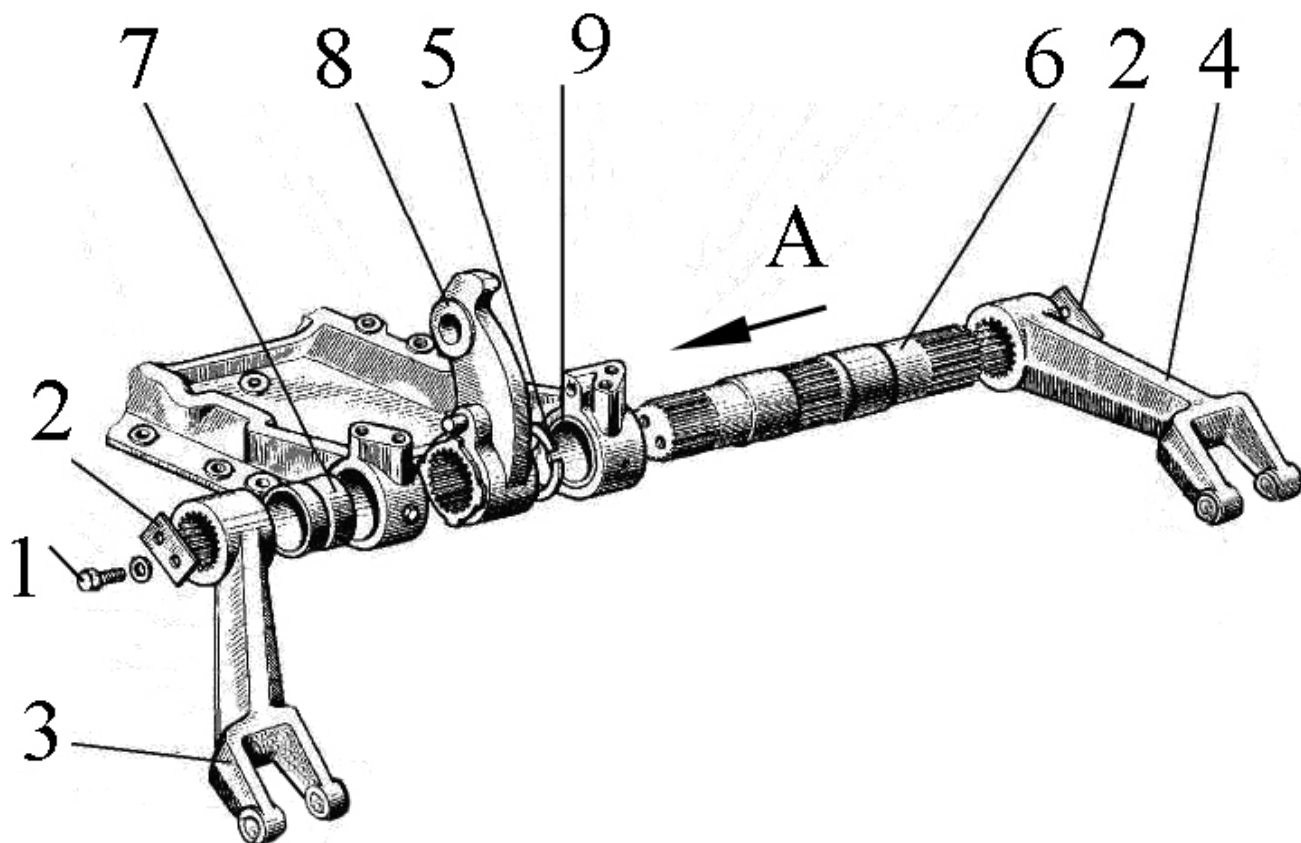

Рисунок 8.3 Рычаги с валом (крышка заднего моста в сборе)
- 1) отверните по два болта (1) (**рисунок 8.3**) с каждой стороны вала и снимите шайбы (2);
- 2) снимите рычаги (3) и (4) со шлицев;
- 3) снимите стопорное кольцо (5);
- 4) выпрессуйте вал (6) по направлению стрелки «А», при этом будет выпрессована левая втулка (7) и снят со шлицев рычаг (8);
- 5) выпрессуйте, при необходимости, правую втулку (9);